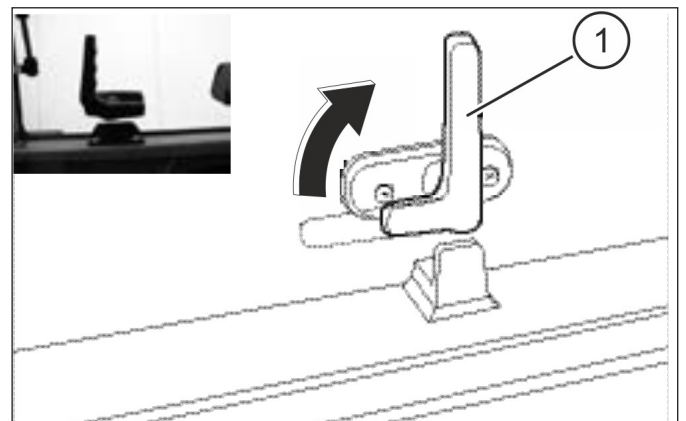

ABB. 6
ABB. 6: Drehen Sie den Griff (1) um 90 Grad im Uhrzeigersinn, um das Fenster zu entriegeln. Drücken Sie die Heckscheibe leicht nach außen, um es zu öffnen. Die Scheibe öffnet sich und wird von einer Verriegelungsvorrichtung in Position gehalten.